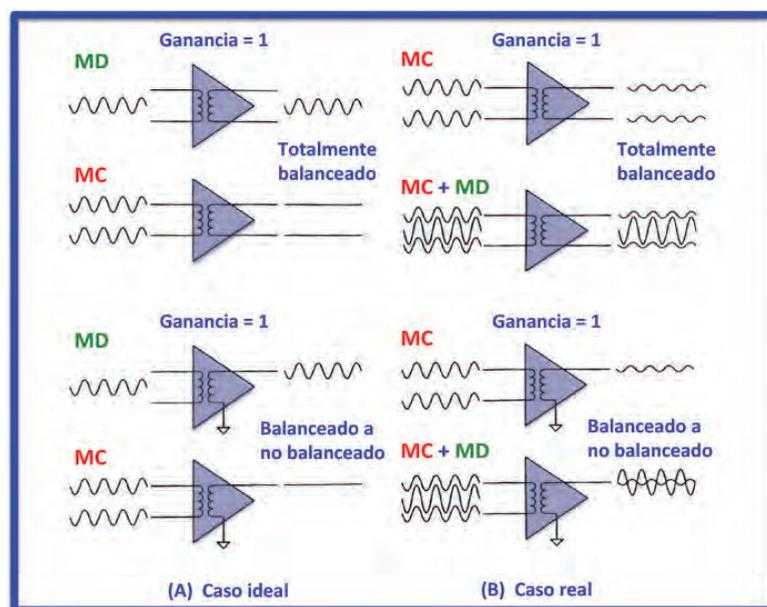

Figura 7: Respuesta de un receptor en Modo Diferencial (MD) a las señales en Modo Común (MC)
La figura 7 muestra la respuesta ideal y la del mundo real de un receptor de señal en modo diferencial a una señal entrante en modo común. Claramente en el circuito ideal de la figura 7(A) la salida del receptor es in-
dependiente de la corriente en modo común de la entrada sin importar si el circuito es totalmente diferencial (balanceado) o si solo tiene una entrada balanceada. En la figura 7(B) el receptor real exhibe respuestas distintas a la corriente en modo común, dependiendo de si el circuito es de tipo balanceado o no balanceado. Si en la práctica, en el mundo real, la línea de señal diferencial no está perfectamente balanceada, aparecerá una señal diferencial indeseada como resultado de la señal en modo común, debido a las diferencias en los caminos de la señal diferencial en amplitud y fase. Los circuitos balanceados son superiores a los circuitos no balanceados debido a su mayor inmunidad a las EMIs en modo común. Los términos "circuito diferencial" y "circuito balanceado" no deben tratarse como sinónimos. Un circuito balanceado debe ser diferencial, mientras que un circuito diferencial puede no ser balanceado. Sólo los circuitos balanceados pueden garantizar todas las ventajas de un circuito de señal diferencial. El grado de balance de un circuito está limitado por la capacidad parásita entre cada línea diferencial a la referencia común (masa).